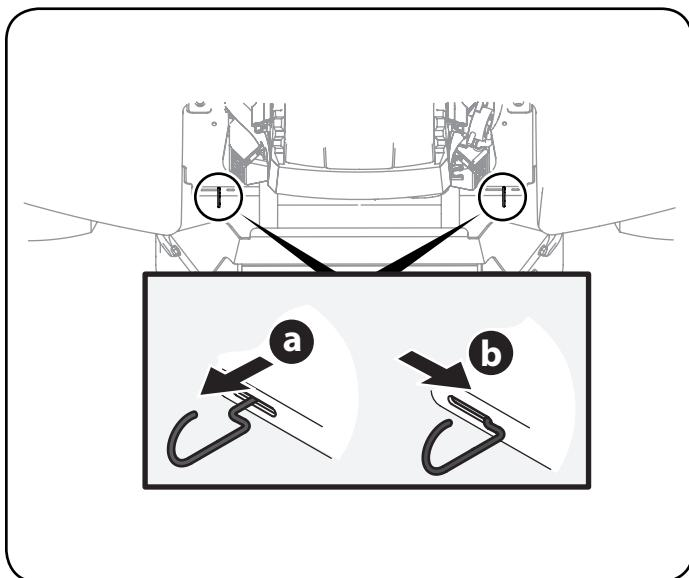

Figura 1
1. Localice la varilla de derivación hidrostática en la parte trasera del tractor. Vea la Figura 1.
2. Enganche las varillas de derivación tirando de cada una hacia afuera (a) y hacia la derecha (b) para tratarlas en su lugar. Vea la Figura 1.
3. Despues de mover el tractor, desenganche las varillas de derivación invirtiendo los pasos a y b. Vea la Figura 1.